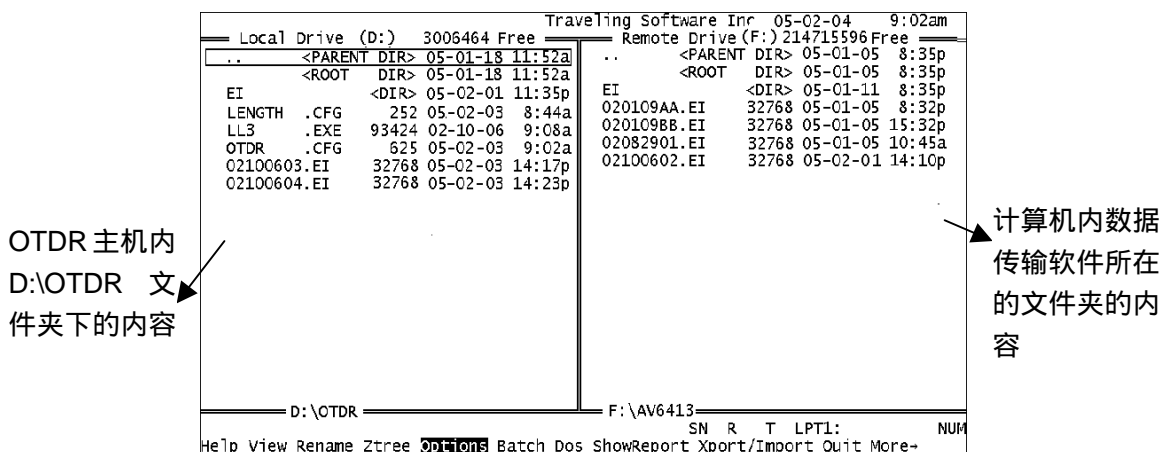

图 18 并口数据传输软件的界面
- 点击【并口传输】，则将退出 OTDR 的主程序，进入并口数据传输窗口。如图 18 所示。此传输程序是通过并口通信缆在 OTDR 和 PC 机之间传输数据。当数据传输完毕后，必须重新开机才能进入 OTDR 主程序。
- 在计算机上同时运行数据传输软件，当 OTDR 和计算机之间的通信建立后，OTDR 上显示的界面如上图 18 所示。在计算机上显示的界面与上图类似，只是左、右两边显示的内容与 OTDR 上显示的相反，即左边显示的计算机上数据传输软件所在的文件夹的内容，右边显示的是 OTDR 主机内 D : \OTDR 文件夹下的内容。